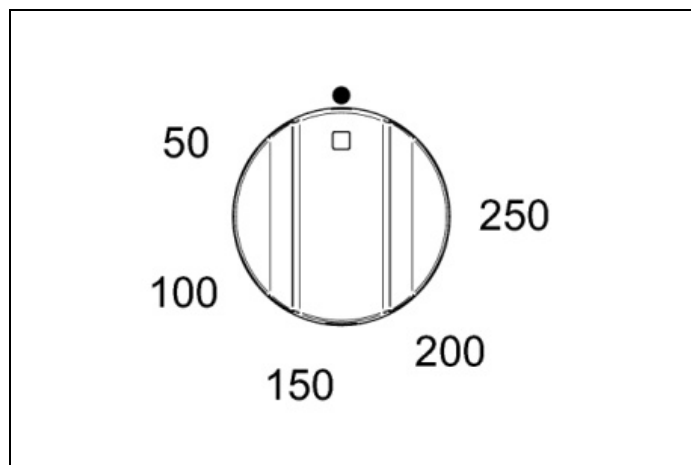
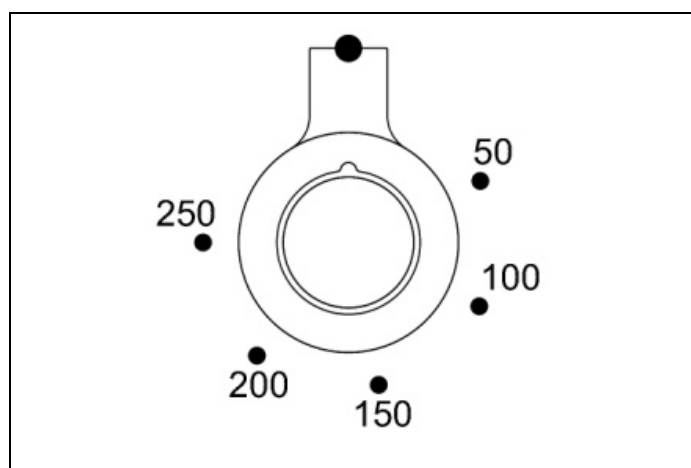
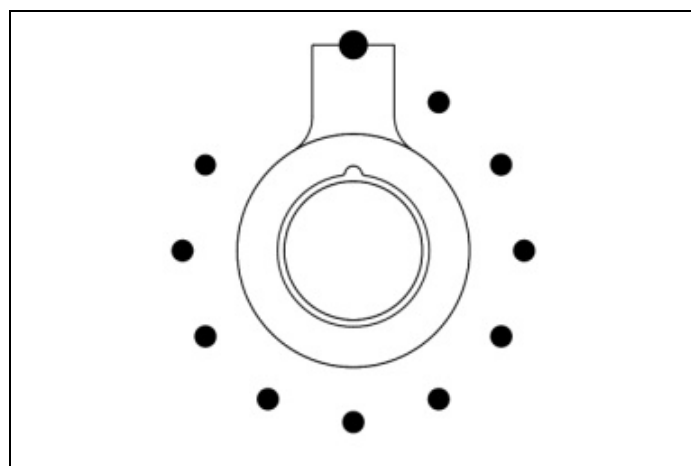

Fig. 28
Fig. 29
Fig. 30
- 2) Ruotare la manopola della temperatura (Fig. 28 - Fig. 29 e Fig. 30 solo per modello PRO T) in senso orario per selezionare la temperatura desiderata. La luce arancione si spegne una volta che il forno ha raggiunto la temperatura scelta ed è pronto per l'uso. È normale che questa luce si spenga e si accenda durante la cottura così che gli elementi mantengano costante la temperatura (il funzionamento del forno è indicato dal display del programmatore solo per la versione PRO T).